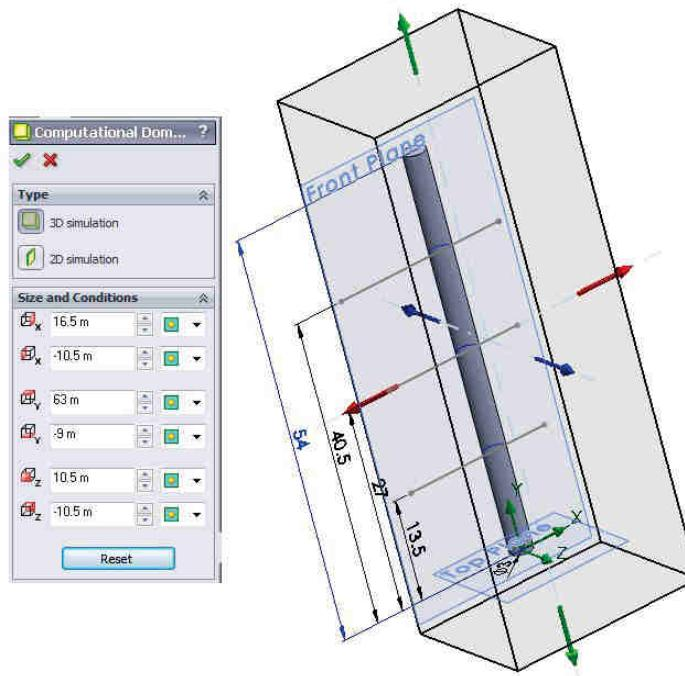

Fig. 14.7
- Click dreapta pe icoana **Computational Domain** și selecție **Edit Definition**. Va apărea fereastra **Computational Domain**, fig. 14.7.
- Right-click the **Computational Domain** icon and select **Edit Definition**. The **Computational Domain** dialog box appears, fig. 14.7.